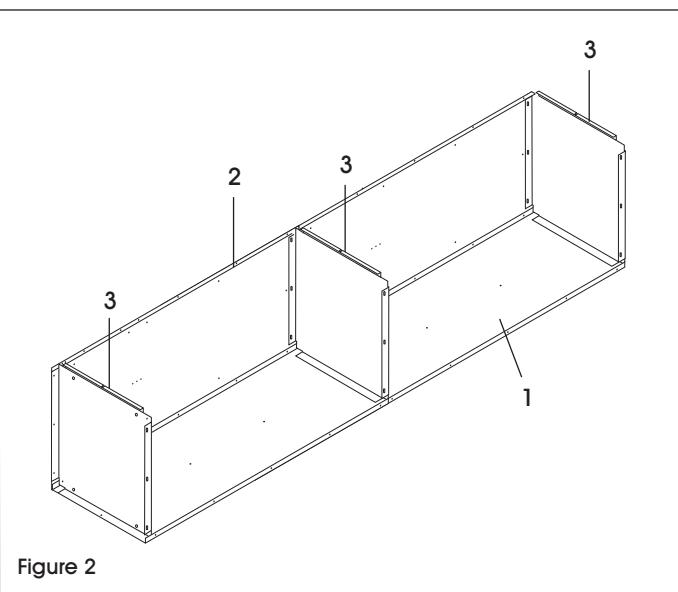

Figure 2
3. Boulonnez les tablettes du haut (3), du bas (3), et du milieu (3) au panneau arrière (1) et au panneau latéral gauche (2). (Voir Figure 2)